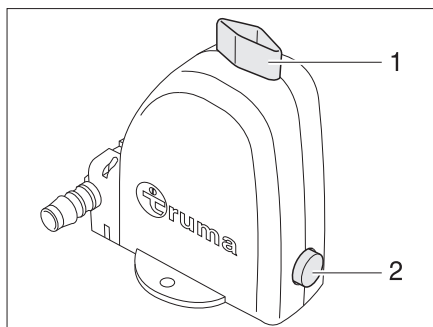

Fig. 184 Valve de sécurité et de vidange du chauffe-eau
Le chauffe-eau est équipé d'une valve de sécurité et de vidange (Fig. 184). La valve de sécurité et de vidange empêche que l'eau ne gèle dans le chauffe-eau lorsque le chauffage n'est pas allumé en cas de gel.
- Fermer la valve de sécurité et de vidange. Tourner pour cela le bouton rotatif (Fig. 184,1) dans le sens transversal par rapport à la valve de sécurité et de vidange et enfoncer le bouton-poussoir (Fig. 184,2).
- Placer l'interrupteur tournant (Fig. 184,2) de l'unité de commande (Fig. 184) sur "O".
- Ouvrir la valve de sécurité et de vidange. Tourner le bouton rotatif (Fig. 184,1) dans le sens longitudinal par rapport à la valve de sécurité et de vidange. Le bouton-poussoir (Fig. 184,2) ressort. Le chauffe-eau est vidé à l'extérieur par le biais de la valve de sécurité et de vidange.